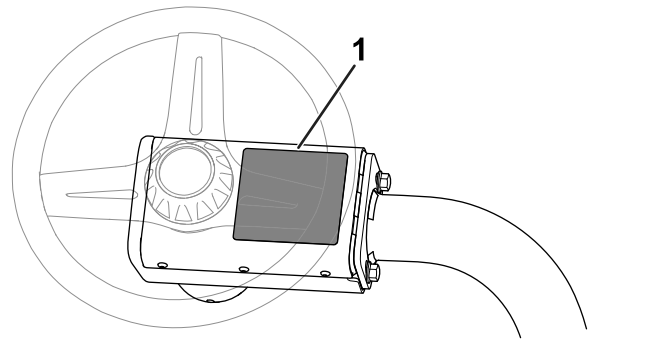

Figura 12
- **Pegatina de advertencia CE:** Aplique la pegatina de advertencia CE (Pieza N.º 139-8321) sobre la pegatina de advertencia existente (Pieza N.º 139-8320) en el embellecedor del volante; consulte la Figura 12.